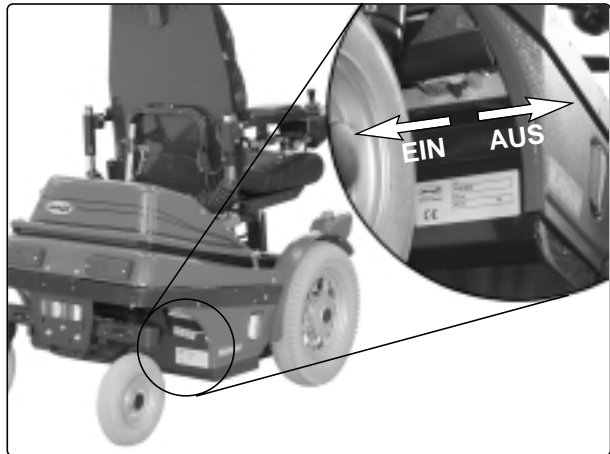

Abb. 25. Hauptsicherung/Batterietrenner
3. Stellen Sie die Hauptsicherung auf "AUS", siehe Abb. 25.